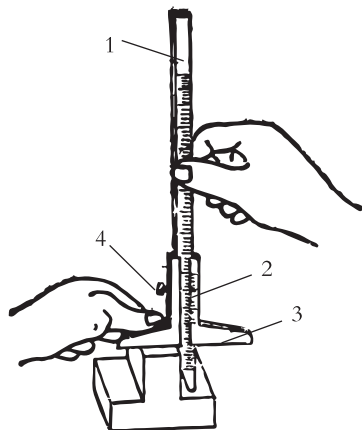
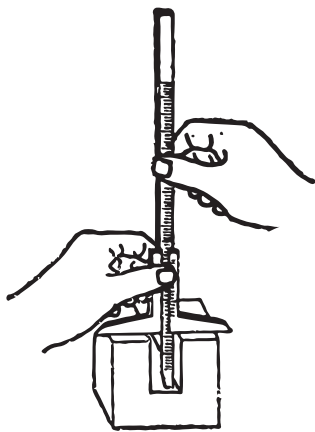

图2-28 用深度尺测台阶深度
图2-29 用深度尺测沟槽深度
(4) 深度游标卡尺：深度游标卡尺用来测量沟槽、阶台及孔的深度。读数方法与游标卡尺相同。使用尺子时，擦净尺架基准面和工件的测量基准面，左手握尺架，把尺架基准面贴在工件基准面上，右手将主尺插到沟槽或阶台的底部，旋紧紧固螺钉，读出测量尺寸（见图2-28、图2-29）。